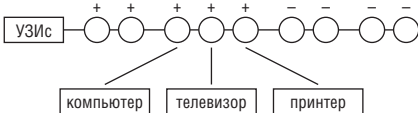

Рис.7. Недостаток зоны обслуживания (пример). Знаком "+" отмечены розетки в зоне обслуживания, знаком "-" – вне ее.
8.4.4. Если срабатывание не происходит, значит, подключенная розетка не входит в зону функционирования. При недостаточном охвате защищаемой цепи зоной обслуживания могут быть приняты дополнительные меры к ее расширению. В типичном случае недостаточно сильный сигнал от искрения (и, соответственно, от СРЕДСТВА КОНТРОЛЯ) может исходить из розеток, следующих по цепи за розетками, к которым подключены потребители с импульсными источниками питания (компьютеры, телевизоры, цифровые приемники, импульсные трансформаторы для питания галогенных ламп и т.п.), ослабляющие сигнал (см. Рис.7).